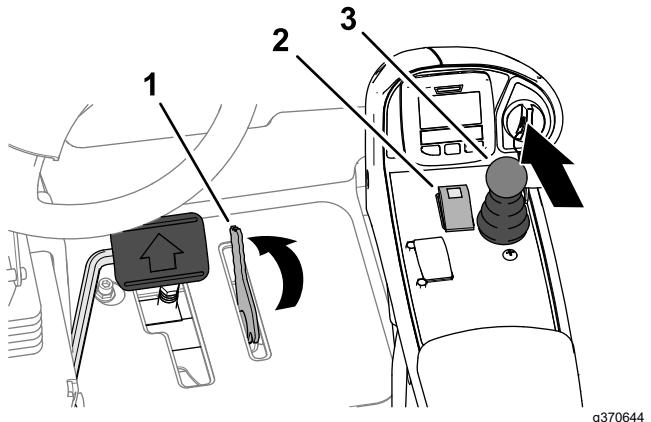

Figure 169
- Amenez le levier du limiteur de vitesse de tonte vers l'avant à la position TONTE (Figure 169).